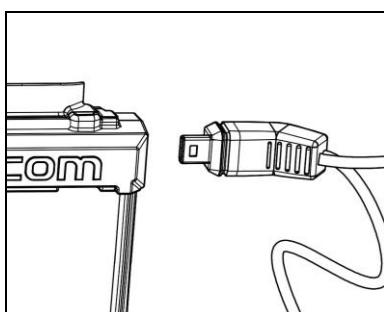

Fig. 6
- Conecte el cableado derecho a la contraparte, como se muestra en la figura (Fig. 6).